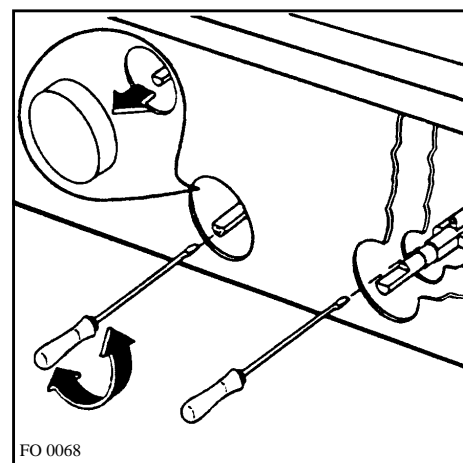

рис. 25
Для регулировки минимального уровня пламени поверните регулятор в положение минимального пламени, снимите рукоятку регулятора (рис. 25), а затем: в случае перехода с природного газа на сжиженный туго затяните регулировочный винт крана; при переходе от сжиженного газа к природному отпустите регулировочный винт примерно на четверть оборота до тех пор, пока пламя не достигнет нужного минимального уровня.
- при переходе с природного газа на сжиженный туго затяните регулировочный винт термостата (рис. 25);